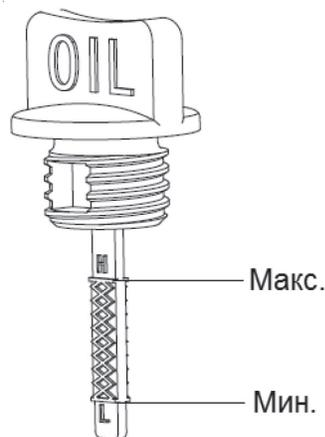

Рис. 34
•Вставьте щуп в заливную горловину, не завинчивая его, и снова извлеките щуп. Проверьте уровень масла. Он должен находиться между максимальной и минимальной отметкой контрольного щупа ближе к верхней отметке «Н» (рис. 34). В случае необходимости медленно долейте моторное масло, подождите одну минуту, а затем снова проверьте уровень масла.